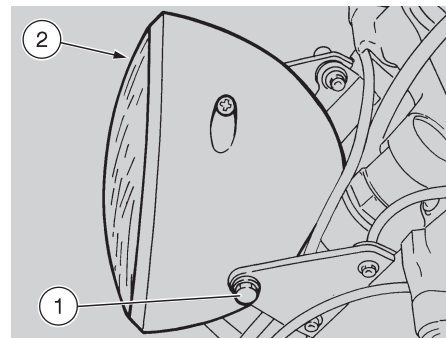

Fig. 54
### REGOLAZIONE FASCIO LUMINOSO (Fig. 54 - 55)
È possibile effettuare la regolazione del fascio luminoso, agendo sulle due viti (1, 2 - Fig. 54) poste ai lati del fanale.
- ◆ Svitare e togliere la vite (2 - Fig. 54) sul lato destro del faro anteriore.